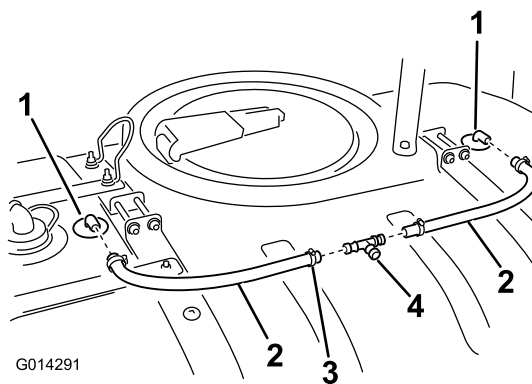

図 21
2. 各ホースの端部にクランプを取り付ける（図 21）。
3. すすぎノズルのバーブにホースを接続する（図 21）。
2. 先に取り付けたすすぎノズル用ホースの、開放側端部にT字フィッティングを取り付ける（図 21）。